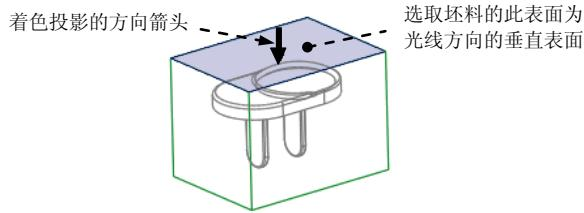

图 13.5 定义光线投影的方向
(1) 单击 **分型面** 功能选项卡中的 **曲面设计** ▾ 按钮，在系统弹出的快捷菜单中单击 **阴影曲面** 按钮，系统弹出“阴影曲面”对话框。
(2) 定义光线投影的方向。在“阴影曲面”对话框中双击 **Direction (方向)** 元素，系统弹出 **▼ GEN SEL DIR (一般选取方向)** 菜单，用户可进行下面的操作来定义光线投影的方向。
- ① 在 **▼ GEN SEL DIR (一般选取方向)** 菜单中选择 **Plane (平面)** 命令（系统默认选取该命令）。
- ② 在系统 **选择将垂直于此方向的平面** 的提示下，选取图 13.5 所示的坯料表面。
- ③ 选择 **Okay (确定)** 命令，确认图 13.5 中的箭头方向为光线投影的方向。
- (3) 在“阴影曲面”对话框中单击 **确定** 按钮。